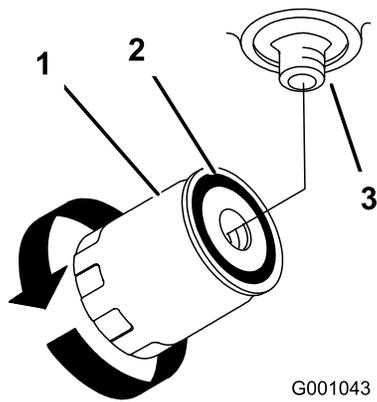

Figura 101
7. Aplique una capa fina a la junta de goma del filtro nuevo (Figura 101).
9. Llene el depósito hidráulico con fluido hidráulico hasta que éste rebose por encima del filtro, gire el filtro de fluido en sentido horario hasta que la junta de goma entre en contacto con el adaptador del filtro, luego apriete el filtro media vuelta más (Figura 101).